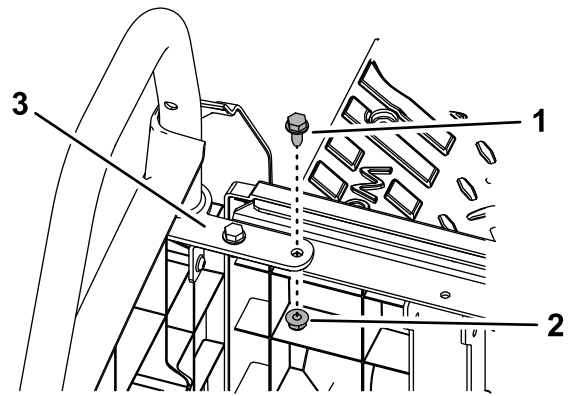

Figure 3
3. Retirez le boulon intérieur (5/16" x 3/4") et l'écrou (5/16") des supports arrière gauche et droit du dispositif de retenue du bassin (Figure 3).